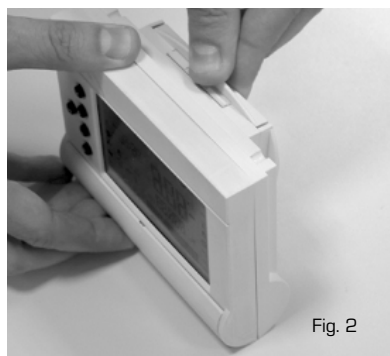

Fig. 2
- 2) Staccare l'adattatore dal telecomando facendo forza con le dita sull'apposita "lunetta" (fig. 2).